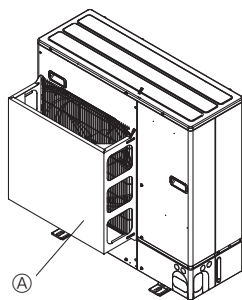

Fig. 2-4
- ② Installer un guidage d'air et un guidage de sortie d'air en option si l'appareil a été placé à un endroit où les vents violents d'un typhon, etc. peuvent directement s'engouffrer dans la sortie d'air. (Fig. 2-4)